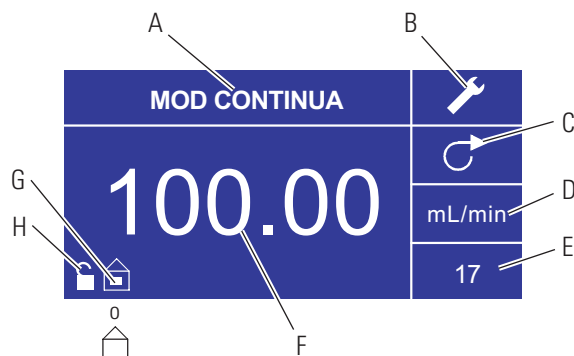

Figura 3-2. Schermata Modalità continua
- F. **Indice di flusso corrente:** i numeri al centro indicano l'indice di flusso dell'azionamento nelle unità di misura selezionate e mostrate a destra (vedere la posizione D, Figura 3-2).